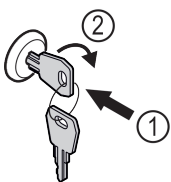

Fig. 172 Примерное изображение
- ▶ Вставьте ключ Fig. 172 (1).
- ▶ Поверните ключ на 90° по часовой стрелке Fig. 172 (2).